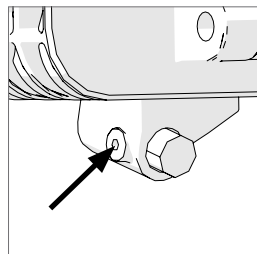

Fig. 8
- Desserrez la vis de serrage (Fig. 8).